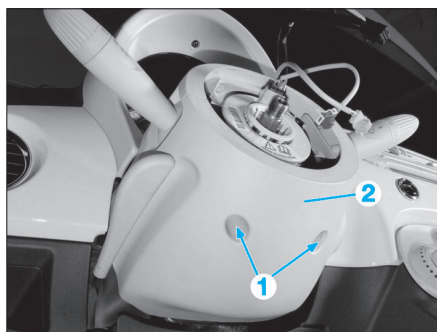

Fig. 3
- Dévisser les vis (1) et déposer la demi-coquille inférieure (2) de colonne de direction (Fig.3).